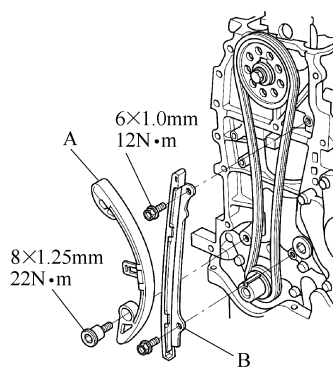

图 2-77 安装正时链导板
7) 安装正时链条张紧器(A)和正时链条导板(B),见图 2-77。